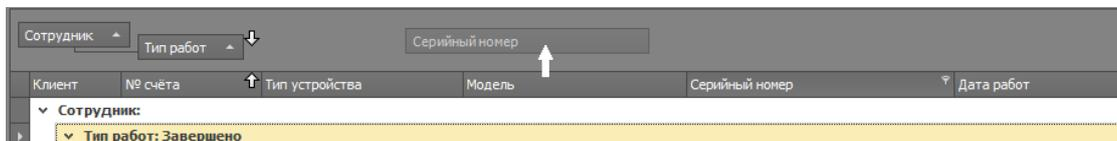

Рисунок 93
- перетащите кнопку с интересующим вас параметром (наведите указатель мыши и зажав левую кнопку мыши перетащите) (рис.93)